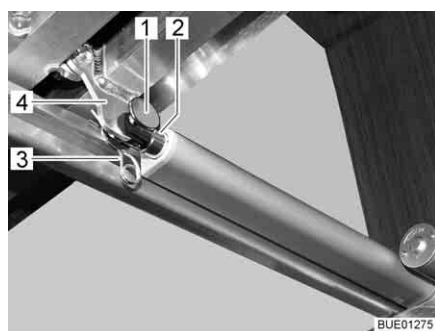

Fig. 111 Entraînement
- Désolidariser la jonction (par ex. la broche et la goupille ressort (Fig. 111,1 et 3)) entre la tige de poussée (Fig. 111,2) et le sommier à lattes (Fig. 111,4).